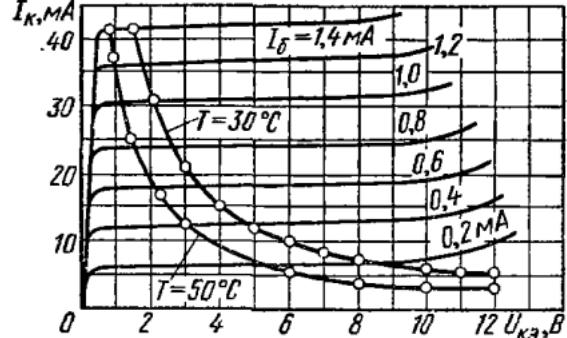

Рис. 2.31
**2.51.** На выходных характеристиках транзистора ГТ108А для схемы ОЭ (рис. 2.31) построить линии максимально допустимой мощности при температуре окружающей среды  $30^{\circ}\text{C}$ .
Построенные по этим данным кривые показаны на рис. 2.31.